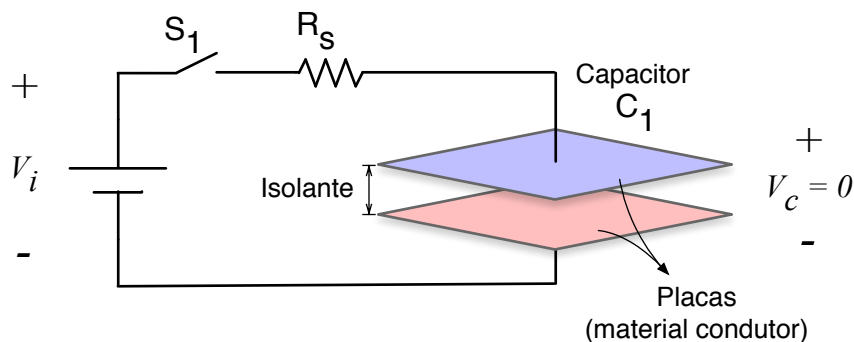
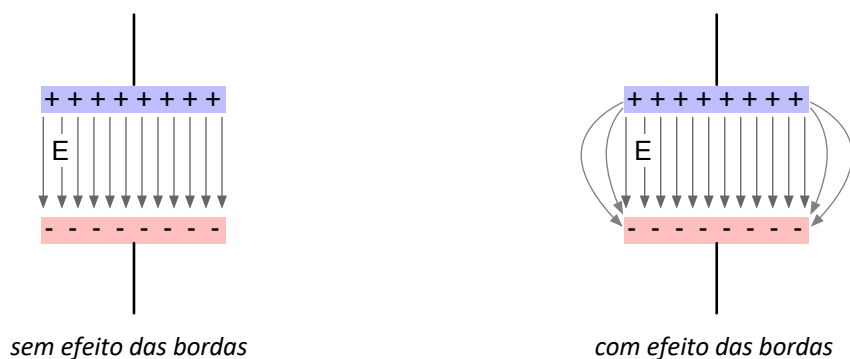

Figura 4 – Circuito com capacitor de placas paralelas.
Figura 6 – Campo elétrico em um capacitor de placas paralelas.
A Figura 4 mostra um capacitor de placas paralelas (C_1), isoladas (separadas) entre si, conectado em uma fonte de alimentação (V_i) por intermédio de um resistor série (R_s) e uma chave liga-desliga (S_1).
O capacitor de placas paralelas mostrado na Figura 4, a título de exemplo, possuía ar entre as placas, constituindo o elemento isolante entre as mesmas. Na região entre as placas, se tem um campo elétrico resultante (E), conforme mostrado na Figura 6, onde as linhas de campo saem da placa carregada positivamente e entram na placa carregada negativamente.
O campo elétrico E na Figura 6 é mostrado uniforme e sem o efeito das bordas, para fins de simplificação. Na prática, nos limites externos das placas, se tem linhas de campo também, que terão concentração distinta da região interna das placas, conforme mostrado na Figura 6.